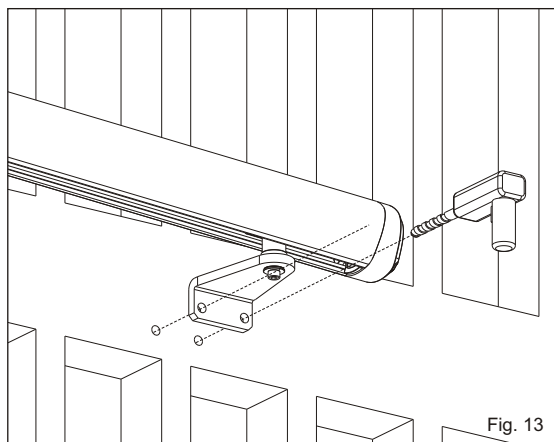
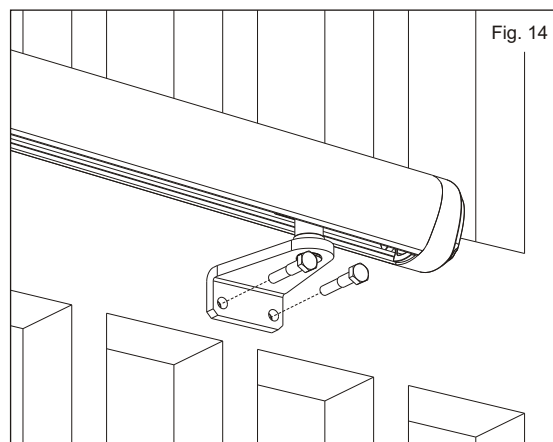

Fig. 13
Fig. 14
**2.9.** Agujerear la cancela (Fig. 13) para poder fijar el soporte delantero con dos tornillos teniendo cuidado de posicionar el operador perfectamente horizontal (Fig. 14)